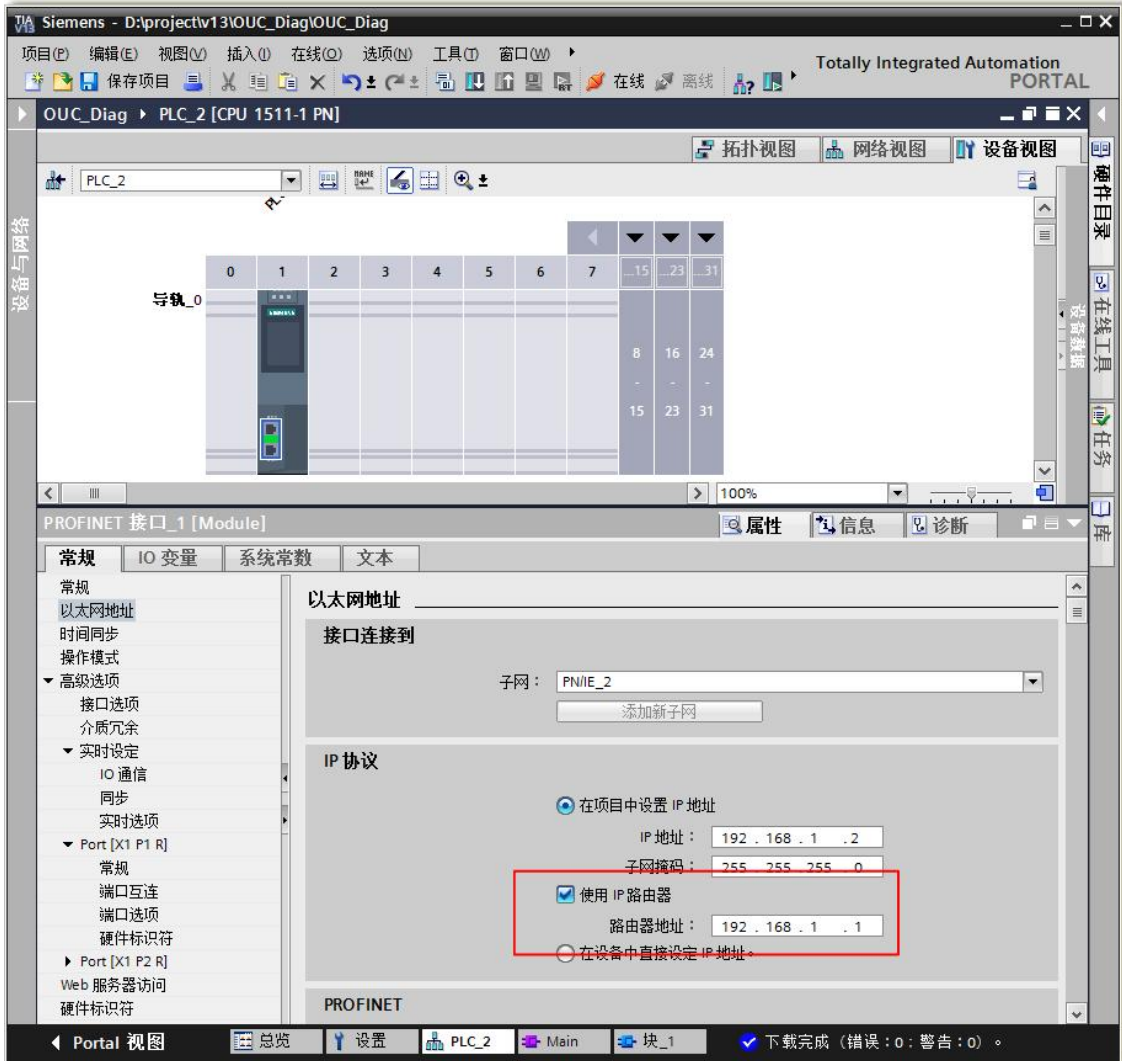

图3 设置PLC 网关地址
2. PLC的网关设置：在工作区的设备视图下双击CPU PN 接口可打开位于巡视窗口下的属性页，选择“常规”下方的“以太网地址”，为以太网接口添加子网PNIE_2，并设置IP地址，子网掩码及勾选使用IP路由器，设置路由器地址见图3所示。